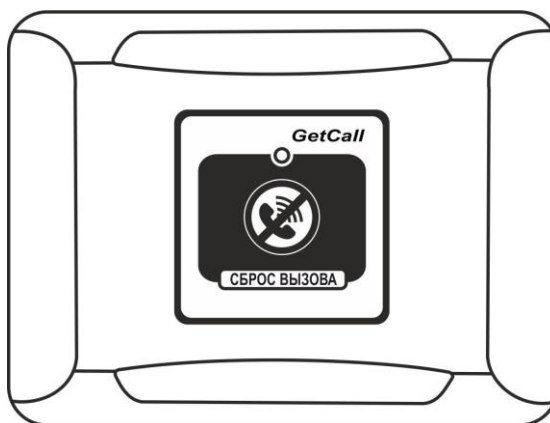

Рисунок 5.16. Кнопка сброса вызова GC-0421W2
2. Кнопка сброса вызова GC-0421W2 накладного крепления (рис.5.16).